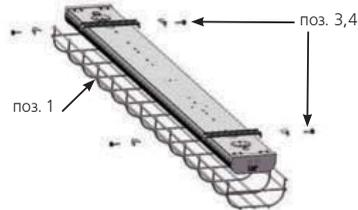
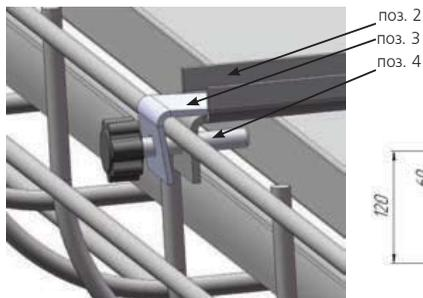
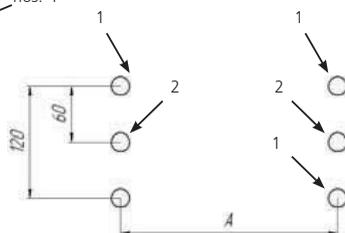

Рис. 2
Рис. 3
Рис. 4
- 2. На поверхности выполнить отверстия под винты M4 согласно размерам схемы (см. Рис. 4, размер А зависит от типа светильника).
- 3. Закрепить на поверхности кронштейны поз. 2 (2 штуки) с помощью винтов (в комплект не входят) (см. рис. 4 отверстия 1).
- 4. Закрепить светильник на поверхности, с помощью винтов (в комплект не входят) (см. рис. 4 отверстия 2).
- 6. Установить на кронштейны сетку поз. 1 и закрепить её с помощью угольников поз. 3 и специальных винтов поз. 2 (см. рис. 2 и рис. 3).
2. Закрепить на основании светильника скобы поз. 1 (2 штуки) с помощью винтов, гаек и шайб поз. 2, 4, 5 (см. рис. 2).
3. Закрепить светильник на потолке типа Армстронг (см. рис. 3) или потолкетипа Грильято (см. рис.4) с помощью винтов, гаек и шайб поз. 3, 4, 5.